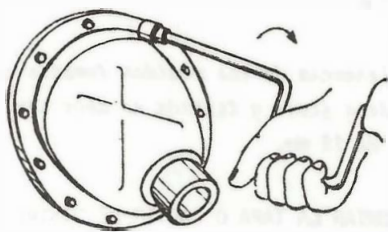

Fig.21
- e. Instale y apriete los tornillos según las especificaciones dadas por el constructor en los catálogos (fig. 21) en forma tal que se ajusten alternativamente y por etapas de apriete.